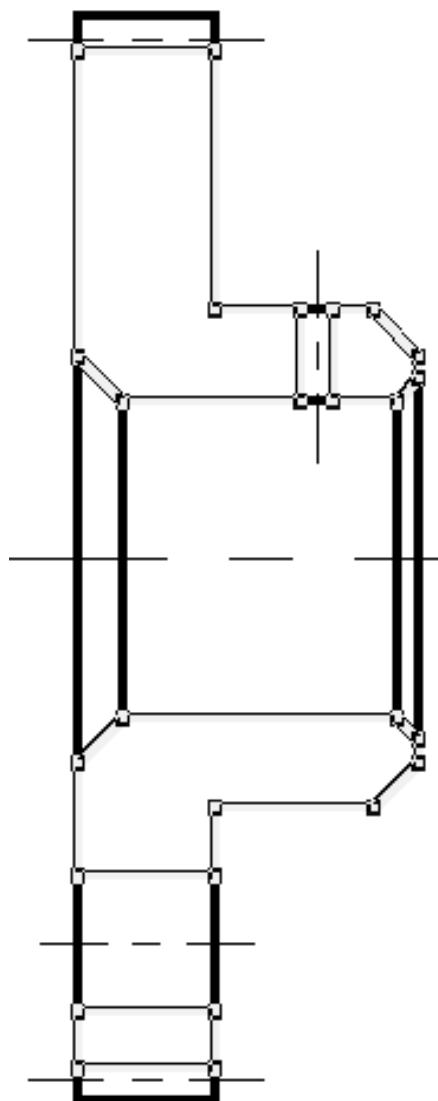

Рис. 1.11. Выделение контура штриховки
9) Пришло время создать штриховку. Для этого используется кнопка «Создать штриховку», расположенная на **Инструментальной панели**. В появившемся **Автоменю** следует выбрать кнопку «**Параметры автоматического поиска контура**». В диалоговом окне среди типов линий оставить только **Основные**. Далее следует нажать на кнопку «**Режим автоматического поиска контура**» и, нажимая на левую кнопку мыши внутри контура, предназначенного для штриховки, последовательно обойти все области штриховки данного чертежа (рис. 1.11). Заключительная процедура – нажать на «**ОК**» на панели **Автоменю**;